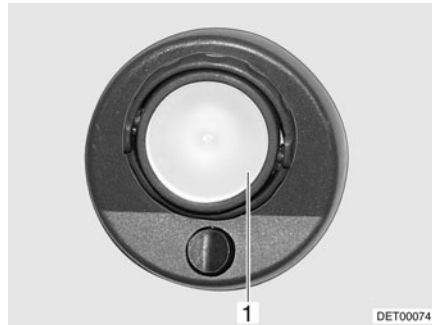

Fig. 236 Lámpara halógena sobre revoque de la cabina del conductor (modelo I)
- Sacar la cubierta de vidrio (Fig. 236,1) con cuidado, haciendo palanca con una herramienta apropiada (p. ej. destornillador) y retirarla.